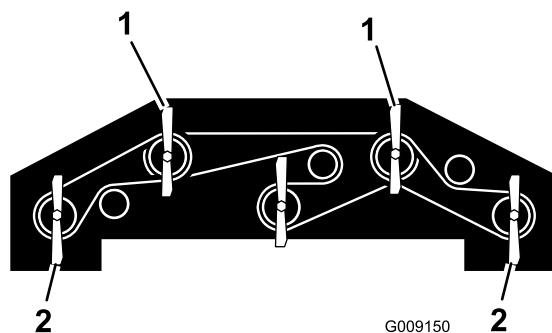

図 126
1. まず、各ブレードをまっすぐ前後方向に向ける。 図 126